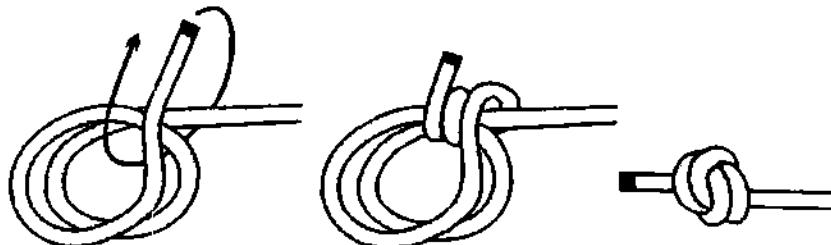

Рис. 84. Стопорный узел.
**Стопорный узел** – это всё тот же *простой узел*, но с дополнительной калышкой и двумя шлагами (рис. 84). Громоздкий размер узла позволяет надёжно фиксировать трос в больших по диаметру отверстиях. **Стопорный узел** не скользит и надёжно держит. После затягивания, как и *простой узел*, он очень тяжело развязывается. Чтобы узел легко развязывался после использования, шлаги сильно обжимать не следует. Если диаметр отверстия, через который проходит верёвка, достаточно большой, то узел можно устроить или утвёрдить.